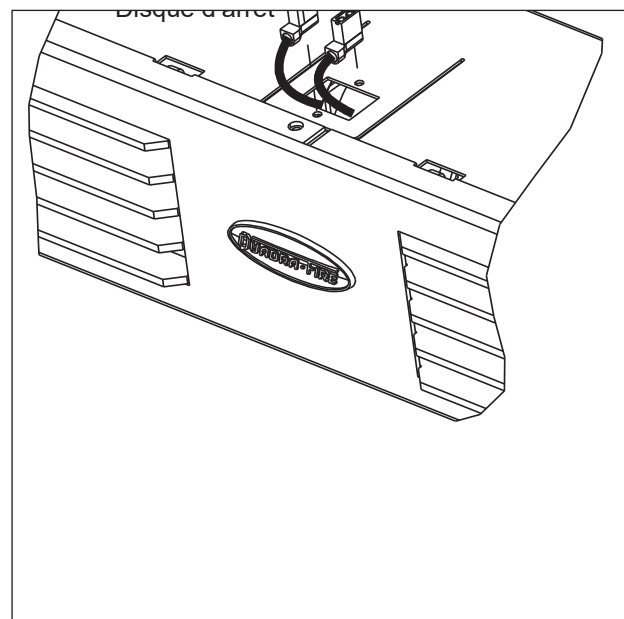

Figure 23.3
3. Tirez le disque d'arrêt et les connexions à cosses rectangulaires vers le haut pour les sortir du support comme illustré à la **Figure 23.3.**